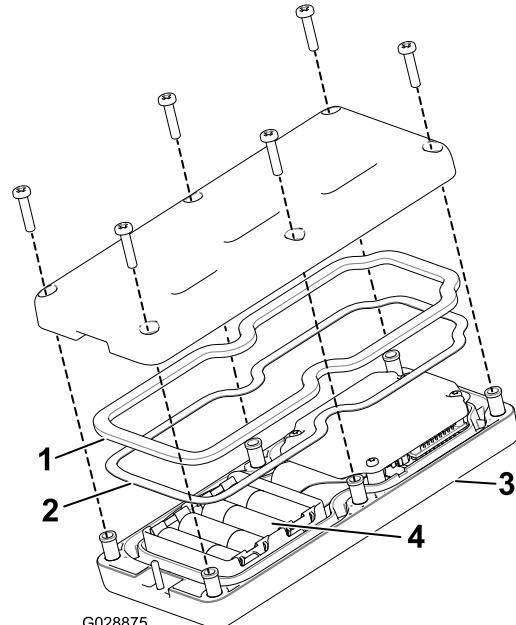

Figure 13
2. Placez chaque pile dans un des emplacements du logement en respectant la polarité. (Si les piles ne sont pas installées correctement, la télécommande ne sera pas endommagée, mais elle ne fonctionnera pas). Les marquages de polarité sont gravés sur le logement pour chaque borne (Figure 13).
3. Veillez à bien engager le joint en acier et le joint en caoutchouc dans la gorge de la télécommande puis remettez le couvercle arrière en place (Figure 13).
4. Fixez le couvercle avec 6 vis (Figure 13) serrées à un couple de 1,5 à 1,7 N·m.